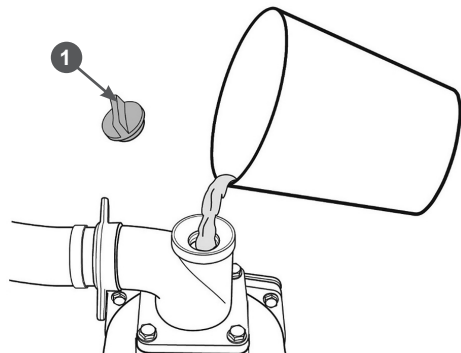

Рис. 17. Заполнение корпуса насоса водой
- Открутите пробку 1 отверстия для заливки воды в корпус насоса (Рис. 17).